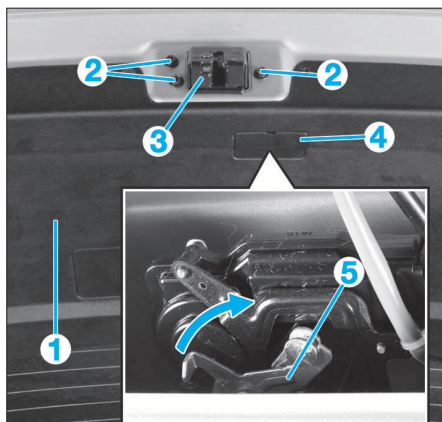

FIG. 52
- Déposer les garnitures de hayon (voir opération concernée) (fig. 52).
- Déposer les 3 vis (2).
- Déposer le cache (4) (fig. 52).
- Pousser le levier (5) vers la droite.